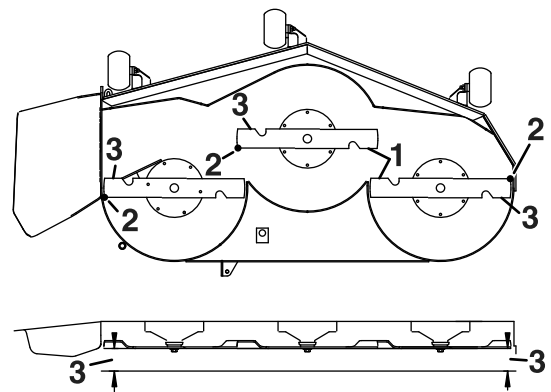

Figura 56
5. Mida entre los bordes de corte exteriores y la superficie plana (Figura 56).